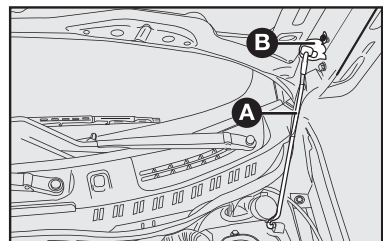

fig. 90
- 3) Levante el capó por la parte central y al mismo tiempo, suelte la varilla de fijación **A**-fig. 90 de su dispositivo de bloqueo;
- 4) Introduzca el extremo de la varilla **A** en el alojamiento **B** del capó fig. 90.
- 1) Manténgalo levantado con una mano y con la otra quite la varilla **A**-fig. 90 del alojamiento **B** y colóquela en su dispositivo de bloqueo;